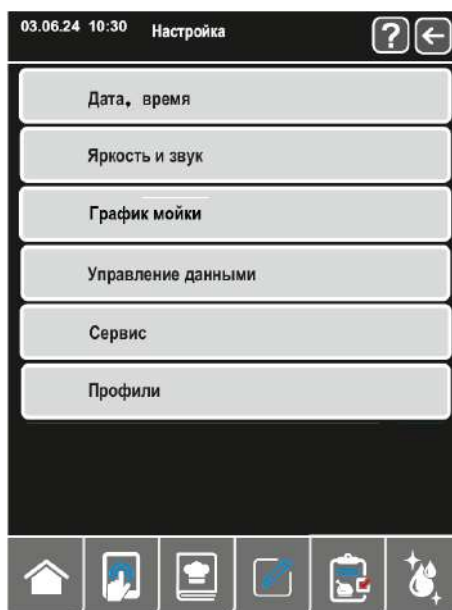

Рис.15. Окно настройки.
5.6.1 На главном окне см.рис.6 нажать  отобразиться окно настроек рис. 15.